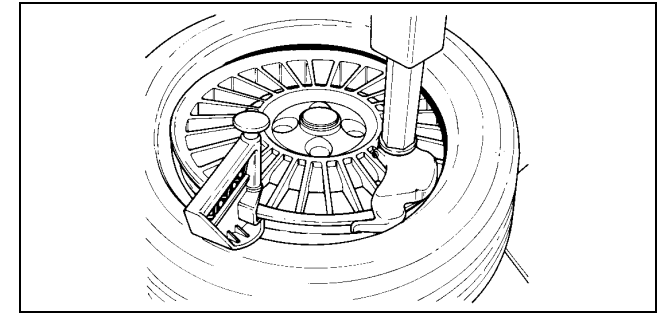

Fig. 18
Follow these instructions using the optional bead clamp (Fig. 18), part #6410190.
- D. Position the bead clamp p/n 6410190 (optional) to hold the tire bead into the rim drop centre (Fig. 18).
- D. Placer l'outil de montage MX p/n 6410190 (optionnel) pour maintenir le talon du pneu à l'intérieur de la jante (Fig. 18).